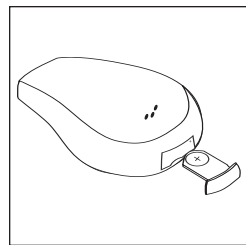

Figure 4
- Retirez de l'emballage le compartiment à pile contenant la pile. Insérez le compartiment à pile à l'arrière du couvercle assemblé, voir figure 4.
3. Faites glisser le compartiment à pile de l'arrière du couvercle (voir figure 4). Retirez et jetez la pile usagée.
4. Insérez la pile de rechange, le « + » de la pile dirigé vers le haut (voir figure 4). **NE RÉINSTALLEZ PAS** le compartiment à pile à cette étape.